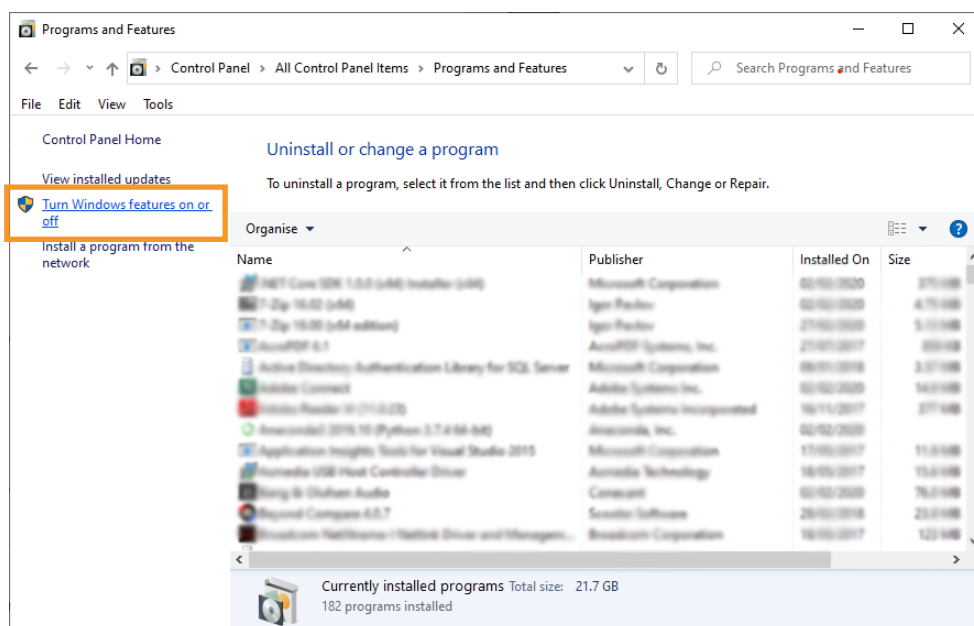

Imagen 27 Seleccione “Activar o desactivar características de Windows”
3. Seleccione “Activar o desactivar características de Windows” (consulte la Imagen 27).